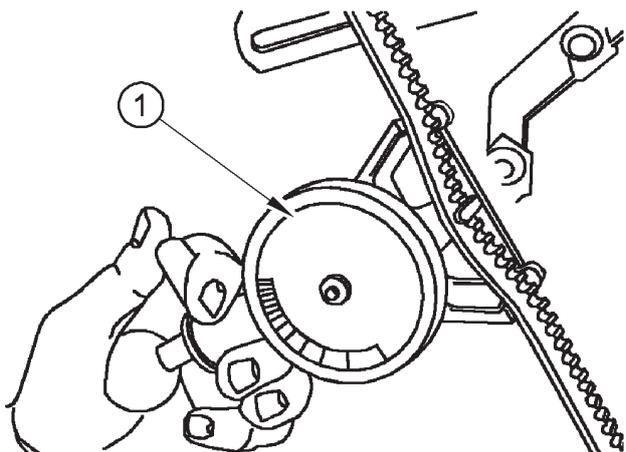

Abbildung 10
2. Verwenden Sie zur korrekten Messung der Riemen Spannung einen Spannungsmesser. Installieren Sie den Spannungsmesser (Abbildung 10 Nummer 1) in der Mitte der längsten freien Teilstrecke und prüfen Sie die Spannung.